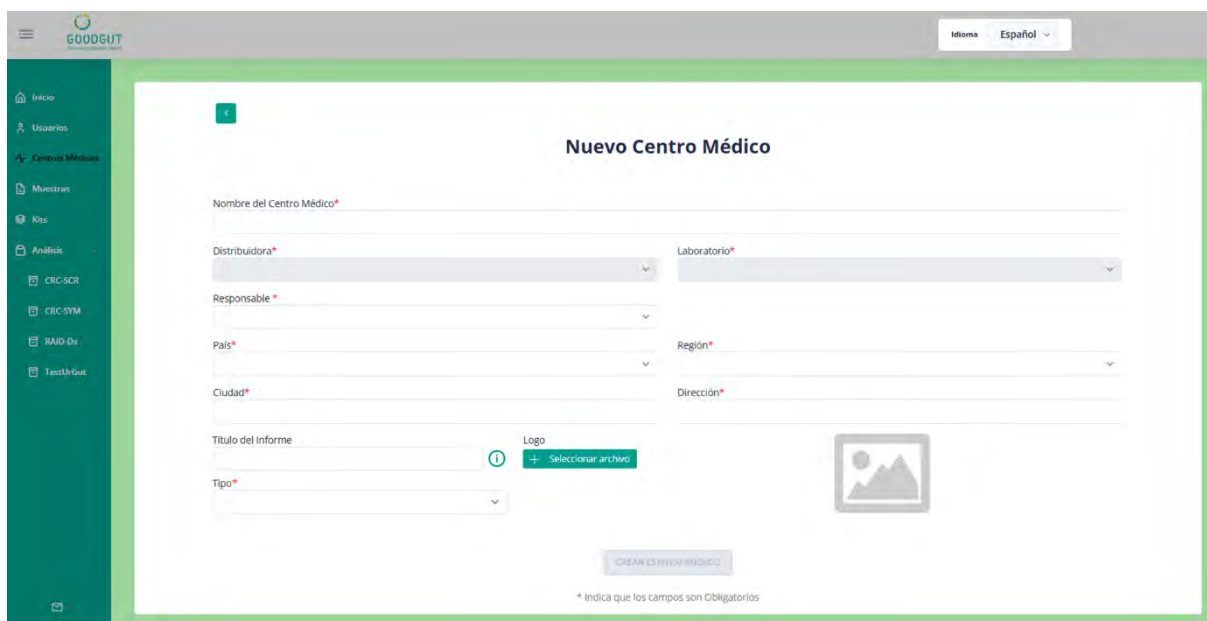

Figura 6. Pantalla de carga de los datos para crear un nuevo centro médico para los administradores de laboratorio.
- Para crear un nuevo centro médico, el usuario debe presionar el botón “Nuevo centro médico”, situado en la parte superior derecha de la pantalla. Al presionar el botón, el sistema abre una pantalla de carga (Figura 6), la cual cuenta con los siguientes campos: